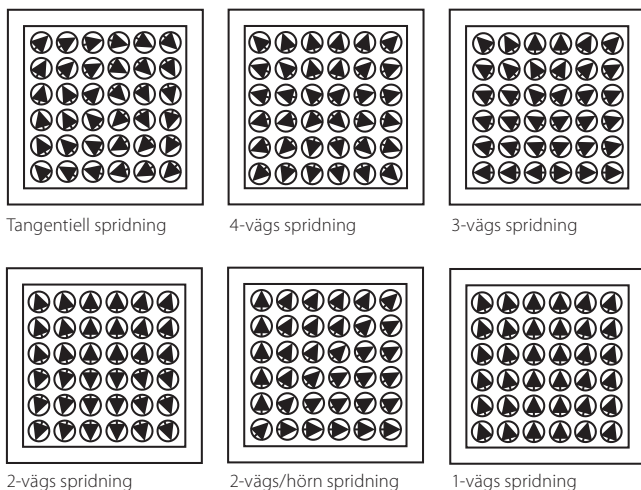

Bild 1. Dysinställningar för olika spridningsbilder.
- DRT/DRTI kan levereras med tangentiell spridningsbild om inget annat anges vid beställning. Spridningsbilden kan enkelt ställas om i efterhand enligt exempel i bild 1.
- Kastlängden,  $l_{0,2}$  (m) är uppmätt vid isotermisk inblåsning och tangentiell spridningsbild enligt bild 1.